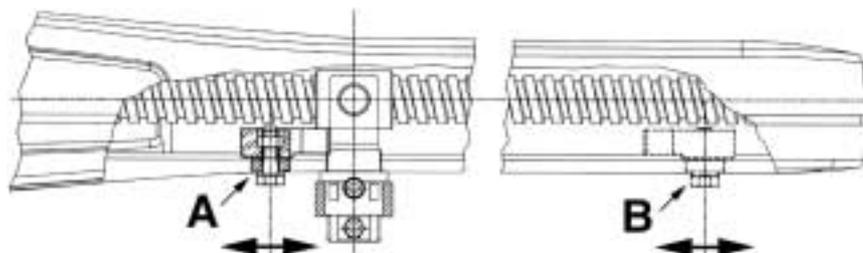

Fig. 8
Per posizionare i fermi si deve agire come da schema (Fig. 8).
To adjust the stoppers you have to follow the scheme (Fig. 8).
Pour positionner les colliers, il est nécessaire agir selon les indications du schéma (Fig. 8). Pour obtenir l'ouverture désirée, il suffit de déplacer le collier (A) et de le bloquer avec une clé n°13. Pour obtenir la fermeture désirée, il est nécessaire de déplacer le collier (B) (OPTIONAL).
Um die Endschalter einzustellen, müssen Sie wie in der Abbildung handeln (Abb. 8). Um die erwünschte Öffnungsweite einzustellen, genügt es, die Endschalter (A) zu verstellen und sie mit Hilfe eines Imbusschlüssels an der Mutterschraube festzuziehen. Um die erwünschte Schliessweite einzustellen, müssen Sie die Endschalter (B) verstellen.